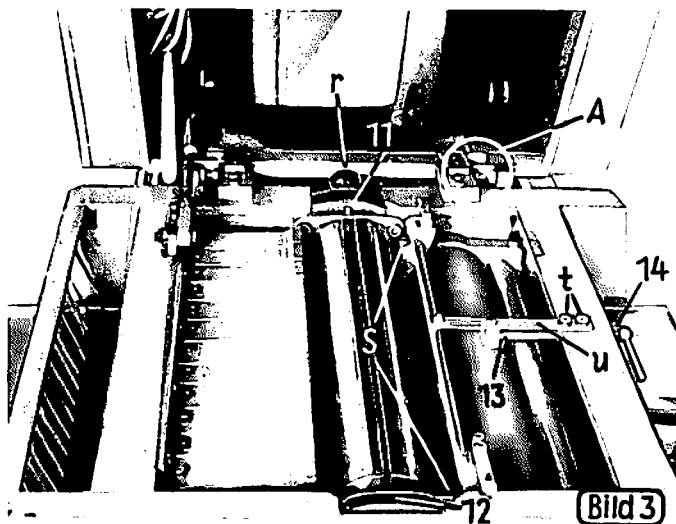

Bild 3
Man darf nicht vergessen, nach dem Einbau neuer Walzenglieder die Höheneinstellung an den Skalen w (Bild 4) und A (Bild 3) wieder auf 85 mm zu stellen, da sonst die neuen Walzenglieder einer verstärkten Abnutzung unterliegen.
Jede Schmierstelle muß vor dem Schmieren einwandfrei gereinigt werden und das Schmiermittel selbst muß absolut sauber sein. Ganz besonders wichtig ist dies bei den Schmierstellen 11 und 12 (Bild 3).
- 11 (Bild 3) Monatlich 2 Stöße mit der Fettpresse
- 3.) Sechskantschraube mit Unterlegscheibe (C Bild 3) entfernen.
- 5.) Die beiden Sechskantschrauben (D Bild 3) einschrauben.